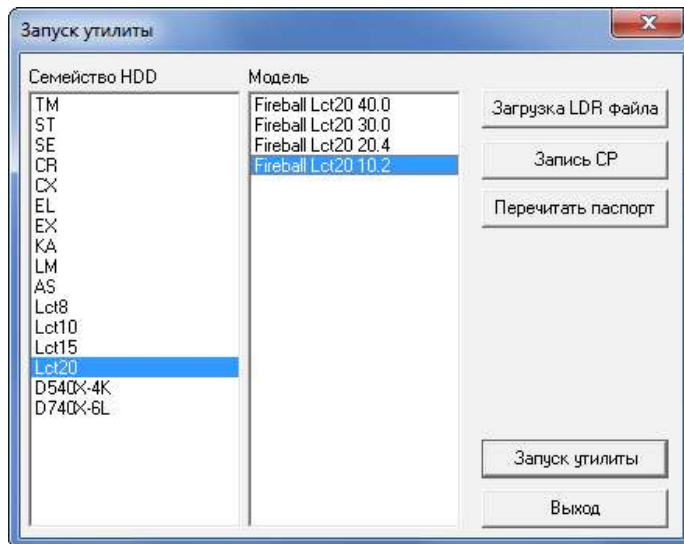

Рис. 3.15. Запуск утилиты.
- 2) Загружаем LDR-файл. Загрузка LDR-файла в ОЗУ осуществляется после нажатия соответствующей кнопки из стартового диалога утилиты (Рис. 3.15).